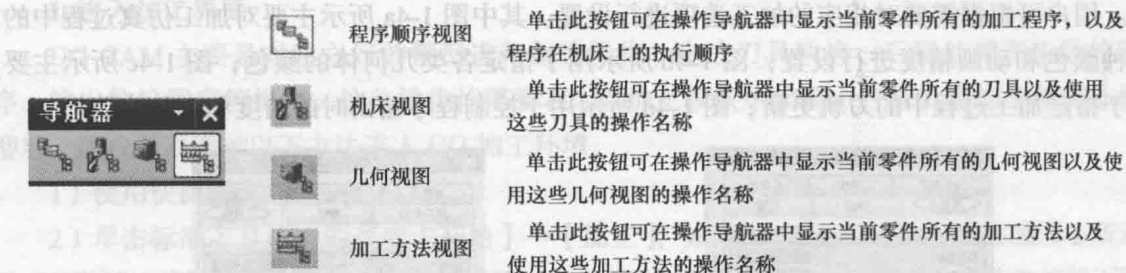

图 1-5 操作导航器工具条
(1) 操作导航器工具条 如图 1-5 所示为操作导航器工具条及其常用功能按钮的说明。